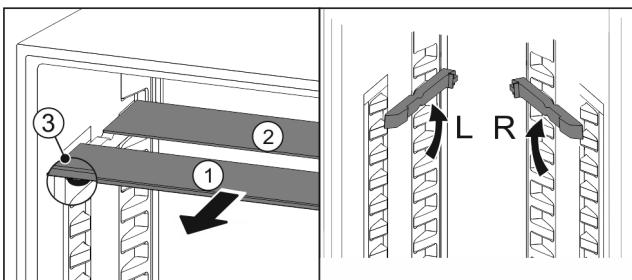

Fig. 85
- ▶ Издърпайте Fig. 85 (1) поотделно стъклените плочи напред.
- ▷ Стъклената плоча Fig. 85 (1) с декоративната лайсна е отпред.
- ▷ Ограничителите Fig. 85 (3) сочат надолу.